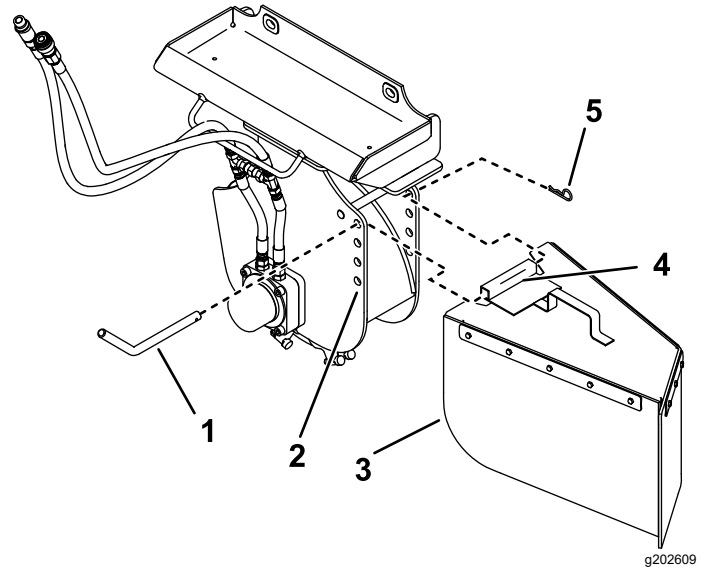

Figura 11
La destroconadora tiene 4 juegos de taladros de montaje para posicionar la coraza (Figura 11). Suba la coraza (taladros superiores) para desbastar cerca del suelo, y bájela (taladros inferiores) para desbastar tocones altos. Instale de la coraza de la siguiente manera:
1. Coloque el tubo de montaje de la coraza entre 2 taladros del desbastador (Figura 11).